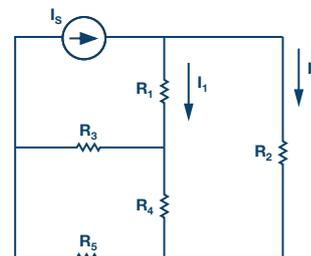

図 8. 回路の例
- ▶ 2. 図 8 に示した回路の  $I_1$  と  $I_2$  を求めるための分流の式を示し、簡単に説明してください。